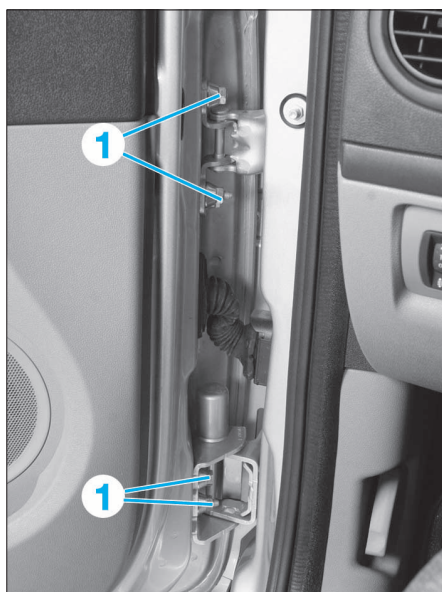

FIG. 62
- Déposer les écrous (1) de fixation de porte (Fig.62),
- Desserrer les écrous (1) de fixation de porte (Fig.62).